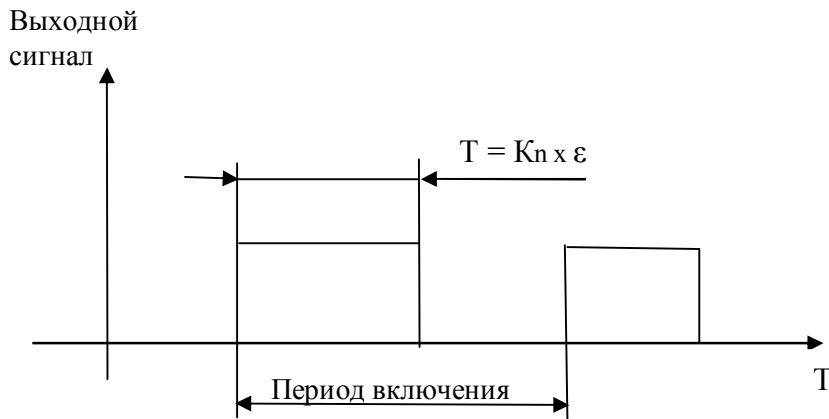

Рис. 2
2.3.8. Давление газа, воздуха регулируется по пропорциональному закону регулирования с широтно-импульсной модуляцией (ШИМ) выходного сигнала (Рис.2).